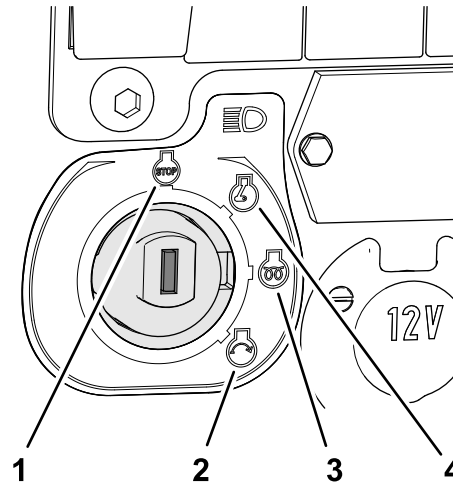

Bild 33
- Drehen Sie den Zündschlüssel auf die BETRIEB-Stellung (Bild 33).